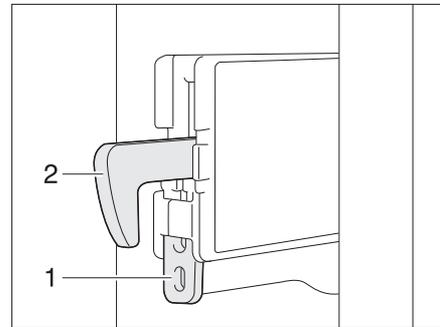

Fig. 339 Fissaggio del gancio di bloccaggio
**Fissaggio del gancio di bloccaggio:** ■ Spingere il dispositivo di fissaggio (Fig. 339,1) verso l'alto. Spingere il gancio di bloccaggio (Fig. 339,2) verso l'alto, disinserendolo.
**Sblocco del gancio di bloccaggio:** ■ Spingere il gancio di bloccaggio (Fig. 339,2) verso il basso. Il gancio di bloccaggio è di nuovo inserito.